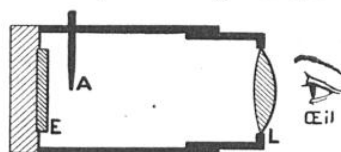

FIG. 11. — LE SPINTHARISCOPE, FONDÉ SUR LA LUMINESCENCE, PERMET DE VOIR LES ATOMES
Le sulfure de zinc impur devient aussi luminescent sous l'influence des corps radioactifs : c'est la « radioluminescence ». Nous avons là le principe du *spinthariscopes* (3) ou appareil à voir les atomes : étant donné qu'un millionième de milligramme de radium expulse par seconde cent particules matérielles, on place une aiguille A (fig. 11), dont la pointe porte une trace infime de radium, à une faible distance d'un écran phosphorescent E (au sulfure de zinc) qu'on examine